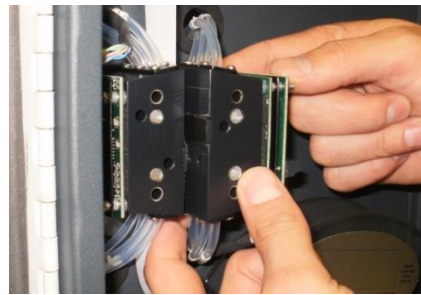

Abbildung H.2
- 4) Ziehen Sie die Blöcke zu sich heran, bis die Blöcke, welche durch die Pins in Position gehalten werden, lose sind (s. Abbildung H.2).